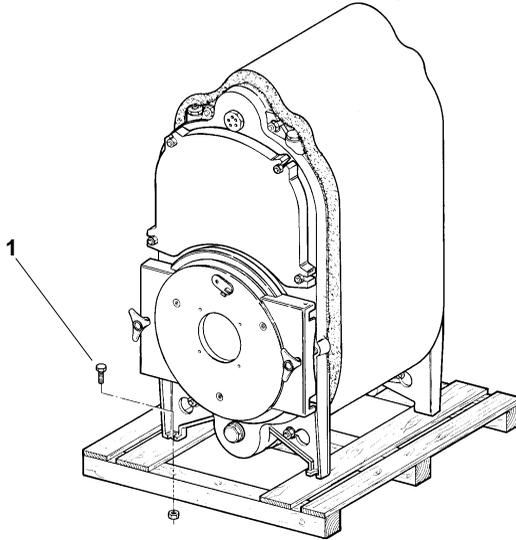

Рис. 5
4.01 (Рис. 5) Корпус котла поставляется в собранном виде и выходит с завода непосредственно на поддоне.